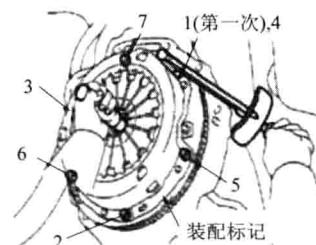

图 1-18 离合器的拆装
- (1) 按工作页呈现及图 1-18 进行离合器的拆装。
- (2) 列举离合器检修的注意事项。